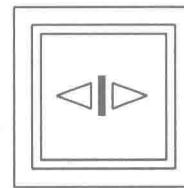

图 1-11 门开启按钮符号
(3) 门开启按钮。门开启按钮可开启门或使门保持开启状态。当操作门开启按钮时，关闭运动将被中止，门会重新打开。几秒后门将会关闭。门开启按钮符号如图 1-11 所示。